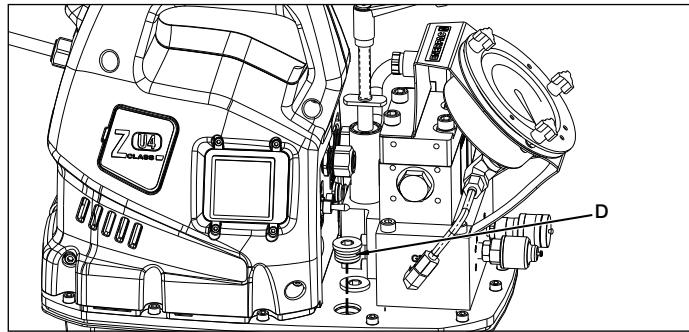
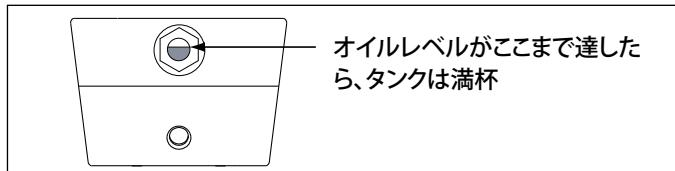

図3、オイル充填プラグ
図5 サイトガラス(覗き窓)
始動前にポンプのオイルレベルを確認し、必要に応じてカバーブレートからSAE #10プラグを外してオイルを補給します(図3参照)。オイルレベルが図5の状態に達したら、タンクは満杯の状態です。.
- (-Q)型ポンプは、Enerpac Sタイプ、Wタイプおよびその他のトルクレンチ用です。「Enerpac THQ-700 series - 700 bar/10,000 psi max.」と表示されたホースを必ず使用してください。レンチを適切に作動させるため、カプラは図5に示すように分割および配置してください。使用する前に、カプラが完全に接続され、締められていることを確認してください。カプラの接続が不十分な場合、レンチが正しく作動しません。
始動前にポンプのオイルレベルを確認し、必要に応じてポートプラグを外してオイルを補給します。図3および図5を参照してください。オイルをタンクに補給する前に、トルクレンチが完全に後退していることを必ず確認してください。
6. オイルタンクに新しいEnerpac油圧油を注入します。タンクは、オイルレベルが図5の状態に達したら一杯です。